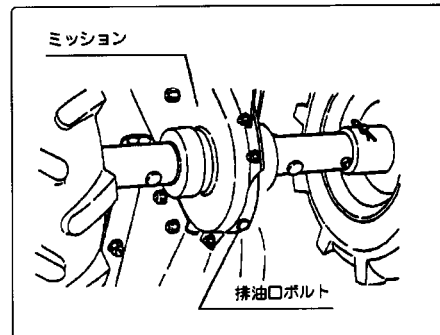

図35
- ②ミッションケース下部にある排油口ボルトを取外して汚れたオイルを流し出してください。(図35)
- ③給油口からミッションオイルをゆっくり給油してください。